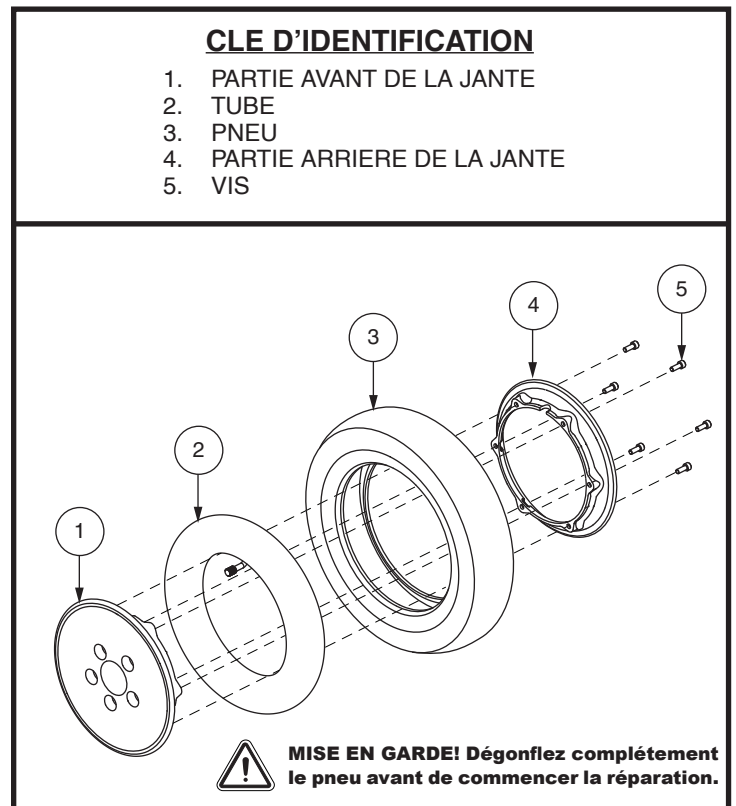

Figure 20. Roue pneumatique motrice démontée/montée
6. Retirez les écrous et rondelles afin de séparer les moitiés de jante. **Voir la figure 20.**